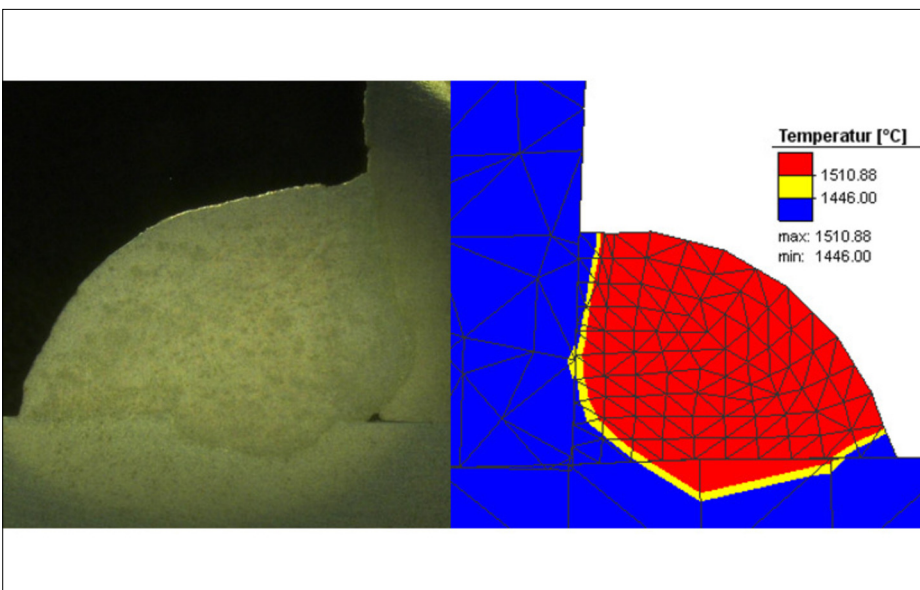

Abbildung 3: Vergleich des Einbrand am real geschweissten Teil und in der Simulation
**Vorgehen:** Eine Kalibrierung der Parameter erfolgt anhand von Schlifffbildern und Wärmebildaufnahmen. Der rote Bereich in der Simulation entspricht der Schmelztemperatur, diese sollte mit dem Einbrand im Schlifffbild übereinstimmen (Abbildung 3). Weitere Parameter müssen während dem realen Schweißprozess erfasst werden: Randbedingungen, Schweissgeschwindigkeit und Stromstärke. Eine Validierung erfolgt über den Vergleich der Formabweichungen am real geschweissten Teil und in der Simulation.